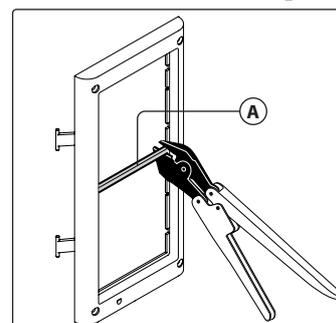

Fig. 26
- Per procedere con l'installazione del pannello con Art. 4852 o Art. 4882, rimuovere dalla cornice di supporto la traversa **A** come indicato in figura **Fig. 26**.